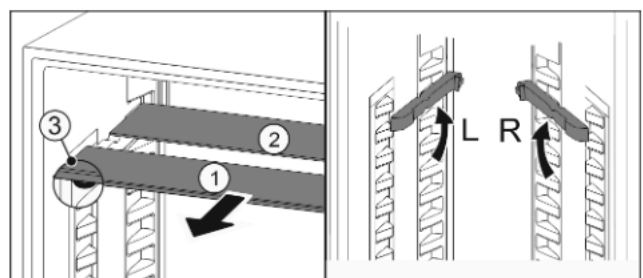

Fig. 34
- ▶ estrarre i ripiani di vetro singolarmente tirando in avanti Fig. 34 (1).
- ▷ Il piano in vetro Fig. 34 (1) con il motivo ornamentale è nella parte anteriore.
- ▷ I fermi Fig. 34 (3) sono rivolti verso il basso.